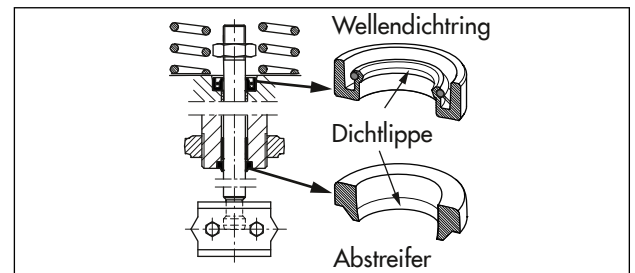

Bild 14: Ausrichtung Wellendichtring und Abstreifer
6. Wellendichtring mit geeignetem Werkzeug montieren. Dabei die korrekte Ausrichtung des Wellendichtrings beachten, vgl. Bild 14.